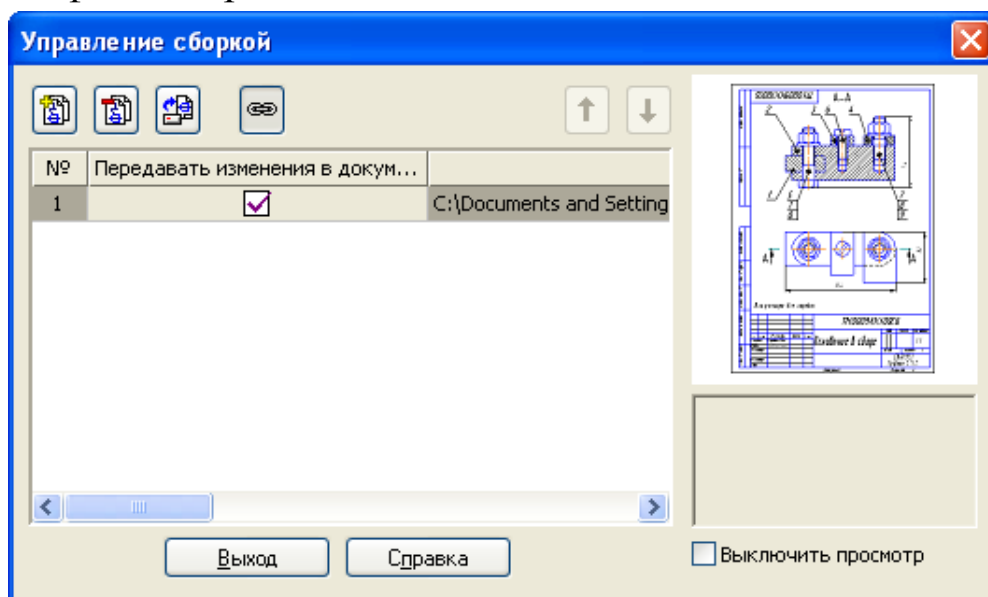

Рисунок28 – Диалоговое окно Управление сборкой
13. Выберите команду Управление сборкой . В появившемся диалоговом окне выберите команду Подключить документ  (Рисунок28) и выберите файл сборки.